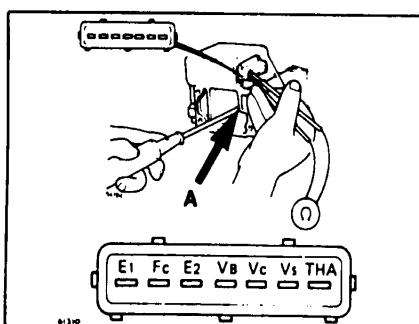

Рис. 9 Проверка датчика температуры воздуха
2.2. Датчик расхода воздуха (рис. 9)
- Откройте заслонку датчика (рис. 9, А), измерьте сопротивление между клеммами E2 - Vs и E1 - Fc.